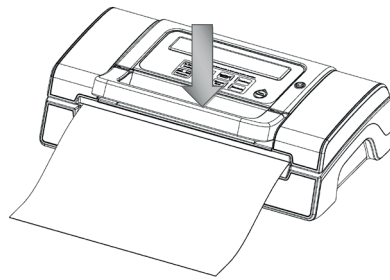

Fig. 6
6. Lukk topplokket og trykk grundig til du hører et klikk på begge sidene (Fig.6).